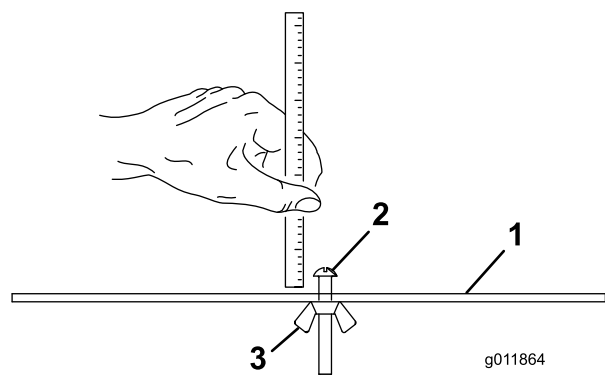

**Figura 14**
1. Slăbii contrapiuliile care fixează consolele pentru înălțimea de tăiere de plăcile laterale ale unității de tăiere (Figura 14).